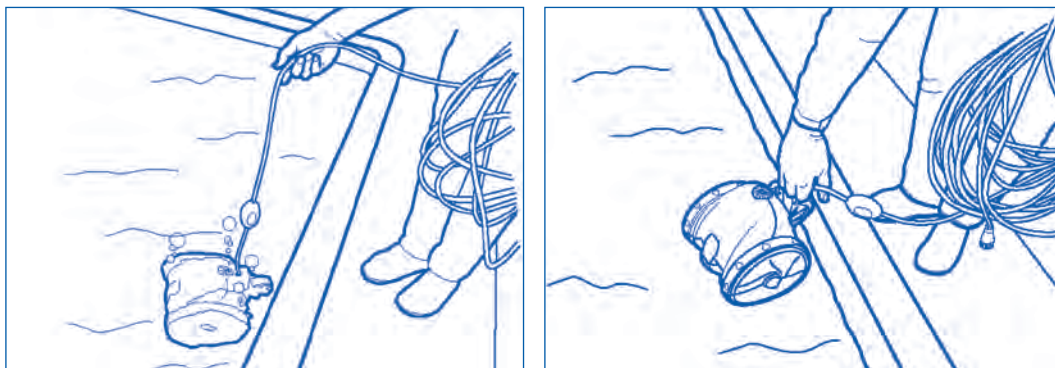

Figura 6
- Nunca retire o Vortex 1 da piscina puxando o cabo flutuador. Utilize sempre a pega para o retirar da piscina e deixe escoar a água mantendo o robot na vertical (Figura 6).